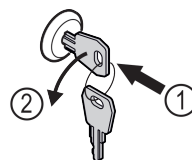

Fig. 166
- ▶ Schlüssel hineindrücken. Fig. 166 (1)
- ▶ Schlüssel um 90° gegen den Uhrzeigersinn drehen. Fig. 166 (2)